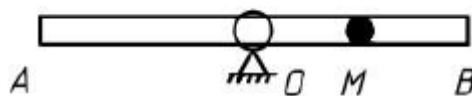

Рис. 2.1
1. Трубка AB вращается вокруг оси O , перпендикулярной к ней, с постоянной угловой скоростью $\omega=4\pi$ рад/сек. Внутри трубки колеблется шарик по закону $s=OM=2 \sin(\pi t)$, (s – в см, t – в сек) (рис. 2.1). В моменты $t_1 = 1/6$ сек и $t_2 = 5/3$ сек определить: 1) абсолютную скорость шарика; 2) его абсолютное ускорение